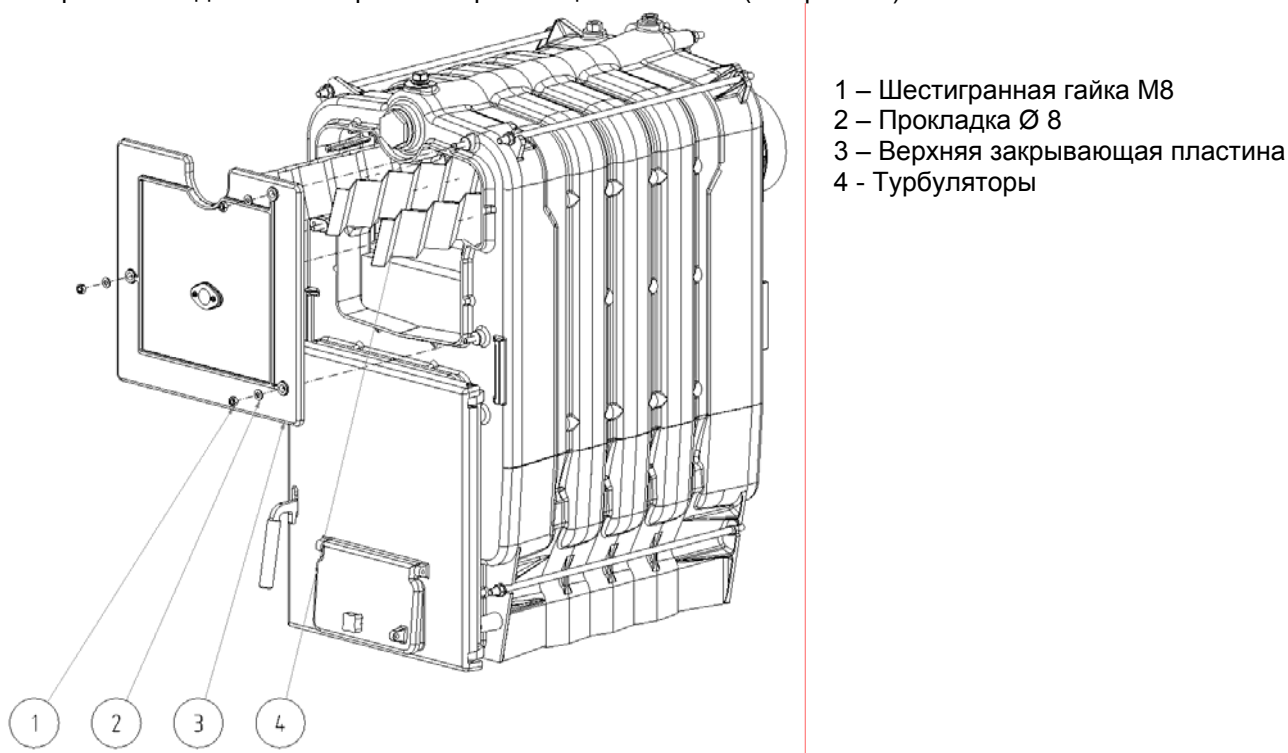

Рис. 10 Демонтаж верхней закрывающей пластины и установка турбуляторов
3. Произвести демонтаж верхней закрывающей пластины (См. рис. 10).
4. В камере сгорания за верхней закрывающей пластиной установить в конвекционной части теплообменника (4 дымовых канала) 4 турбулятора (см. Рис. 10).